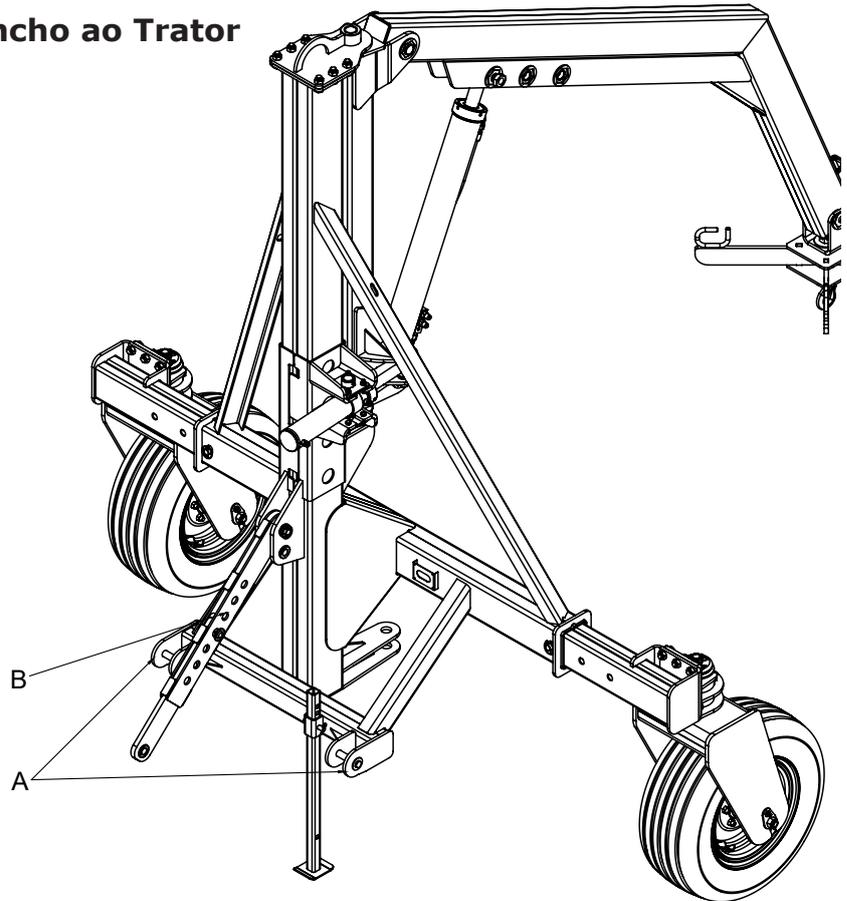
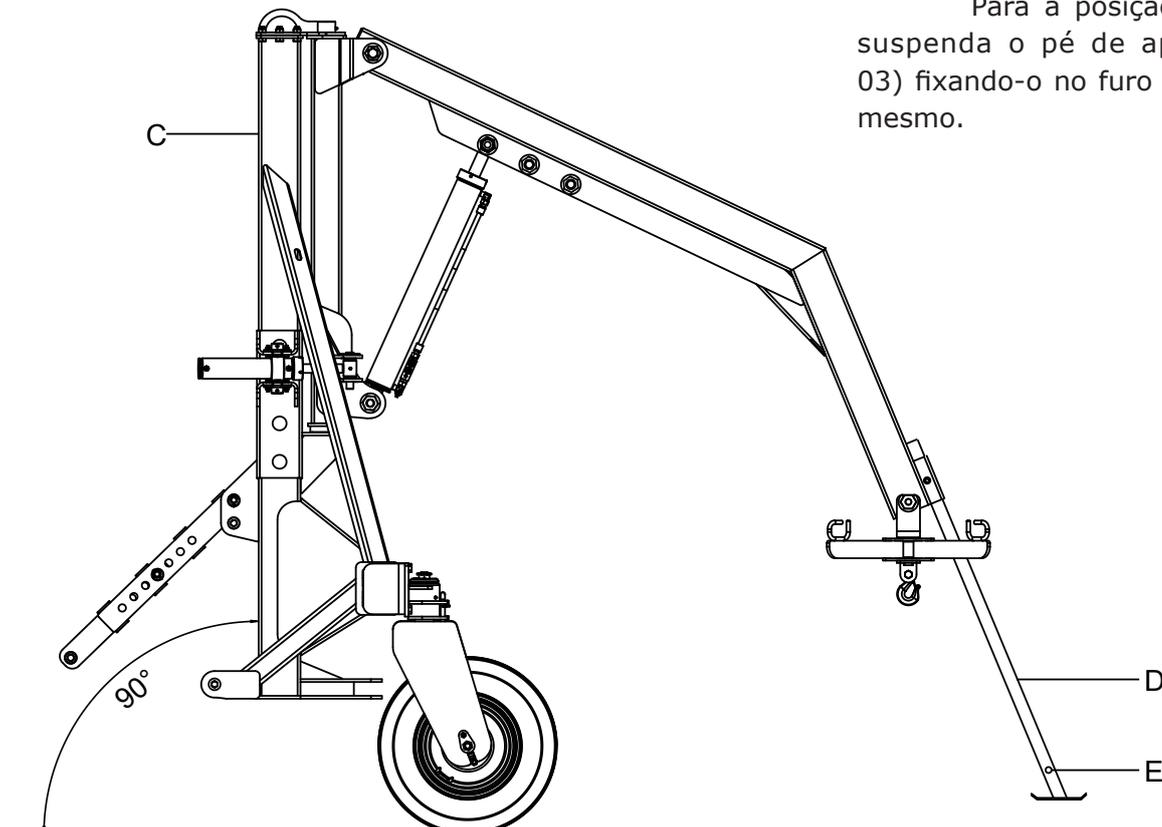

fig. 02
fig. 03
Faça a fixação do guincho no trator através dos dois pontos de engate (A) (fig. 02), trave os pinos com os grampos "R";
Ajuste o braço 3º ponto (B) (fig. 02) de tal forma que a torre (C) (fig. 03), do guincho fique na posição de 90° graus em relação ao solo (conforme fig. 03);
Para a posição de trabalho, suspenda o pé de apoio (D) (fig. 03) fixando-o no furo inferior (E) do mesmo.